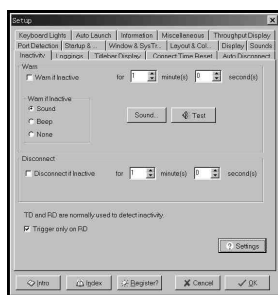

图 6
6. Inactivity:这个类别是用于处理 MODEM 长时间无反映的情况(图 6)。首先选择 Warn if Inactivity, 即闲置(即无任何数据传送)多少时间后发出警告, 再选择 Sound 或 Beep 来选择警告时发出的声音。建议大家勾选 Disconnect if Inactivity, 并设置一个适当的时间, 这样系统可以在 MODEM 闲置一定时间后自动断开连接。此外, 大家还应该选择 Trigger only on RD, 这样系统就会以是否有数据传入来判断 MODEM 是否处于闲置状态, 因为笔者发现在上网的时候经常会出现只能发数据却接收不到数据的情况, 这种情况下通常是远端的 MODEM 停止了响应, 或是两 MODEM 间连接出了问题, 因此建议断开后重新再连接。